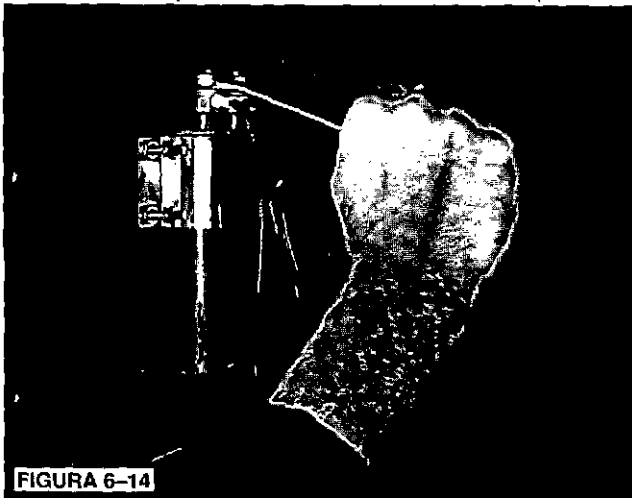

FIGURA 6-14
2. Quite los cables de salida del PMG del capacitor (Figura 6-14) y afloje todos los amarres de cables para que puedan quitarse los cables con el estator del PMG.